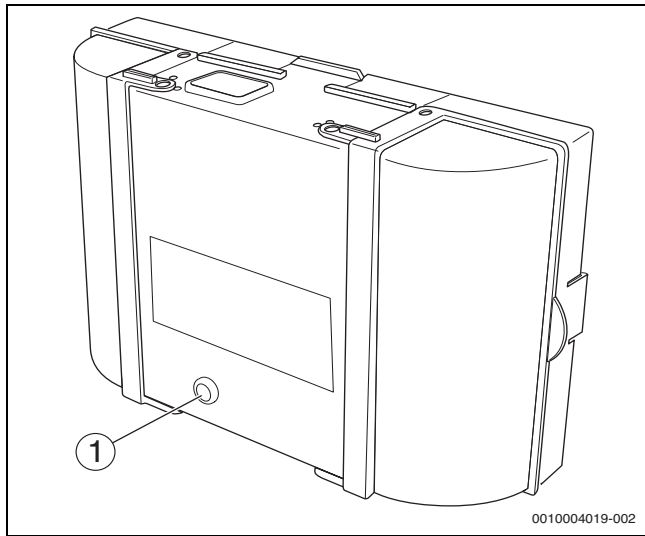

Bild 10 Störungen am Feuerungsautomaten zurücksetzen
- Reset-Taste am Feuerungsautomaten drücken (→Bild 10).